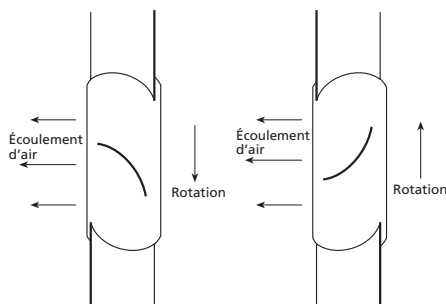

Figure 4 — Sens de rotation
- a. Le sens de rotation doit être celui indiqué sur l'autocollant apposé sur l'appareil ou sur la Figure 4.